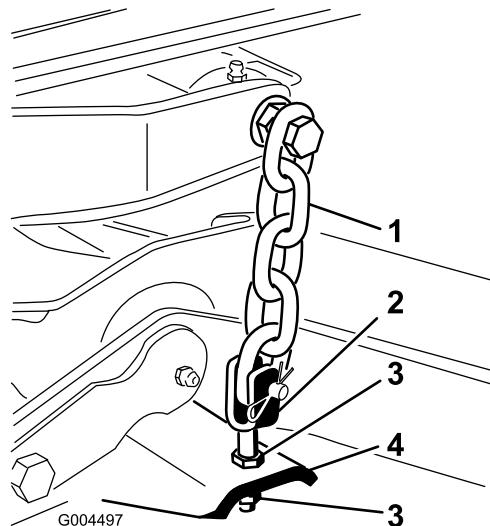

Figure 65
7. Ajustez les écrous de blocage qui fixent les chapes/chaînes au plateau de coupe arrière pour éléver l'arrière du plateau de coupe de sorte à obtenir une inclinaison de la lame de 8 mm (Figure 65).